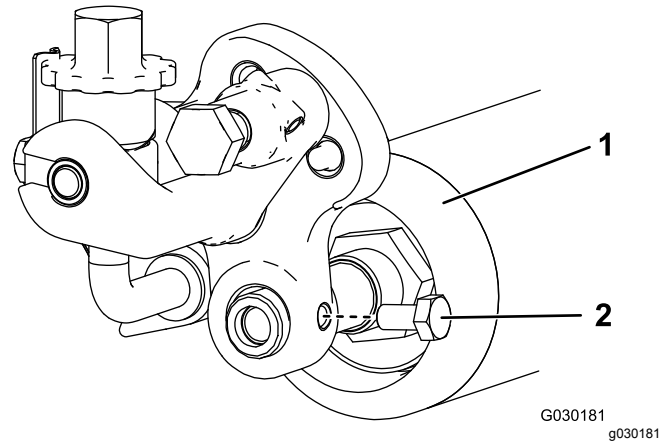

Figura 14
6. Inserte el eje del rodillo en el brazo de ajuste derecho y sujételo provisionalmente con un perno corto (Figura 14).
14. Centre el rodillo entre los brazos de ajuste y apriete los pernos de montaje (Figura 14).